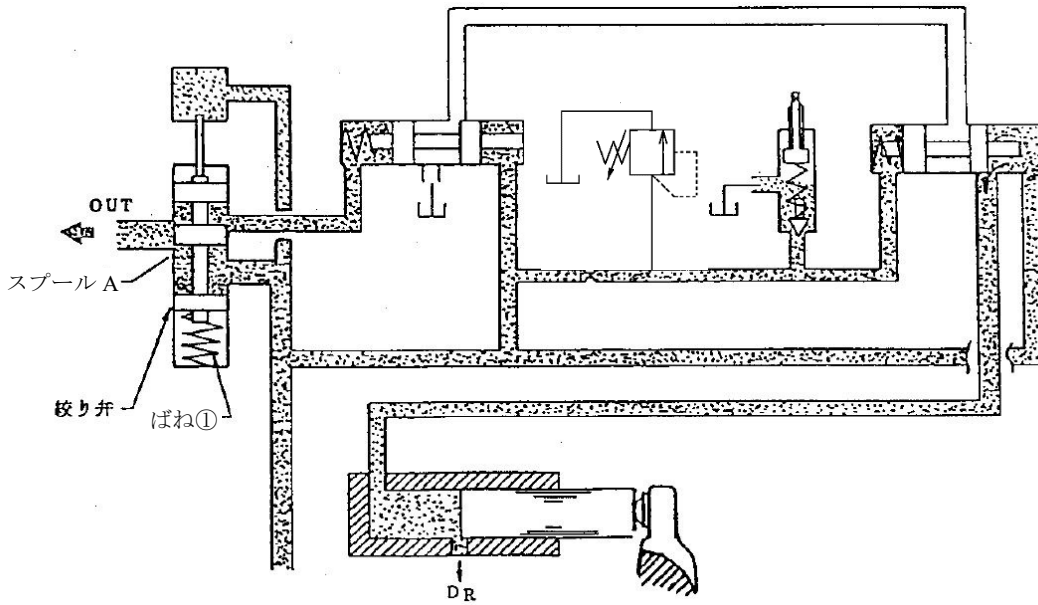

図 3.3 作動原理図(ロードセンシング(PC)弁動作)
吐出し圧力がパイロットリリーフ弁の設定値より低い場合、スプール C の両端には同一の圧力が作用しているため、スプール C はばね③により図の右方向に位置します。吐出し圧力が設定値を超えるとパイロットリリーフ弁から油の一部が流れ、固定絞りの前後に差圧が生じます。この差圧でばね室側の圧力が下がるためスプール C が左方向に移動し、操作ピストン室への通路が開口し、図 3.3 の状態となります。吐出油の一部が操作ピストン室へ導かれ、クレイドルを変位させてフルカットオフ状態となります。